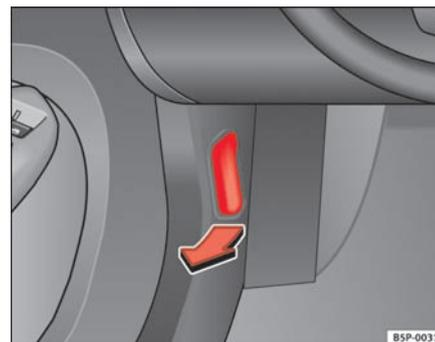

Fig. 142 Detalle de la zona reposapiés del lado del conductor: palanca para el desbloqueo del capó del motor.
- Tire de la palanca que se encuentra bajo el tablero de instrumentos ⇒ página 213, fig. 142 en el sentido que indica la flecha. El capó queda desbloqueado por la acción resorte del muelle ⇒ .